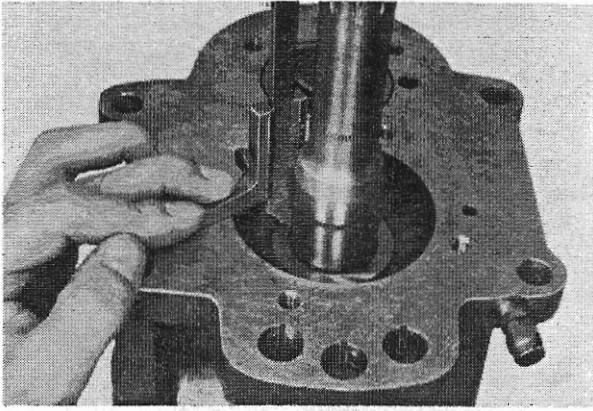

Abb. 54
1. Mit einem Tiefenmaß den Abstand von der Stirnseite des Gehäuses bis zur Anlagefläche für das Kugellager (204) an der Antriebswelle messen (Abb. 54).